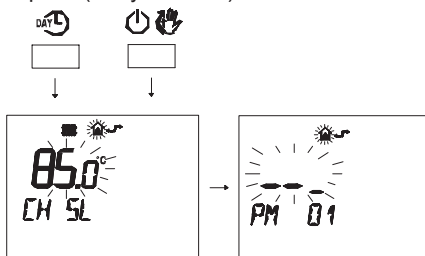

Рисунок 5.73
- Нажмите одновременно кнопки **DAY** и **ON/OFF**, чтобы войти в поле ввода настроек (Рисунок 5.73).